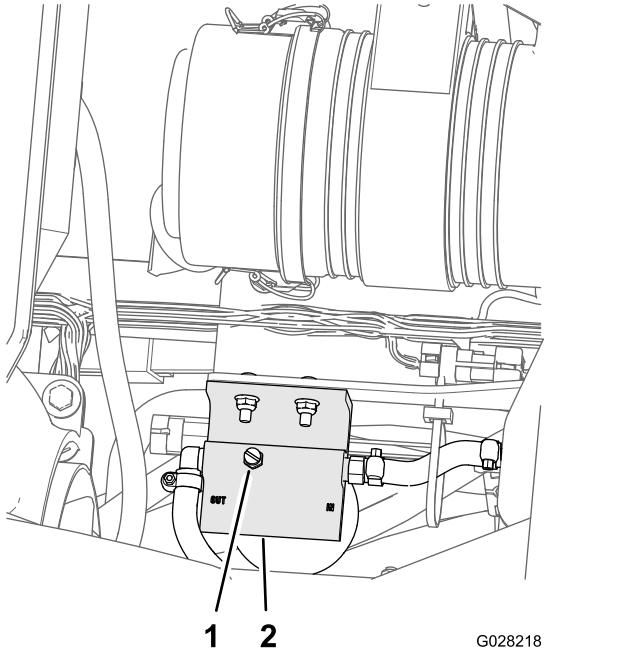

Bild 73
5. Lösen Sie die Entlüftungsschraube oben am Kraftstofffilter/Wasserabscheider (Bild 73).
7. Ziehen Sie die Entlüftungsschraube an und stellen den Anlasser in die Aus-Stellung (Bild 73).